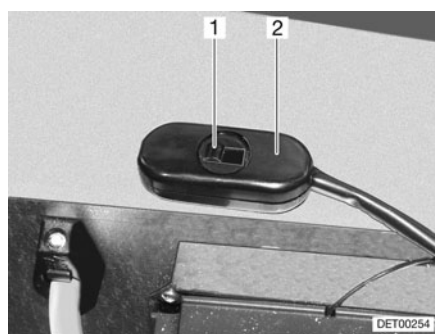

Fig. 107 Interrupteur réduction de la vitesse de rotation
L'interrupteur à curseur permet de régler la vitesse de rotation du circulateur (Fig. 107,2). Une faible vitesse de rotation réduit les bruits de fonctionnement de la pompe.
- Pousser l'interrupteur à curseur (Fig. 107,1) vers la droite. La puissance est réduite.